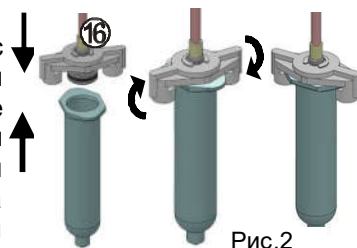

Рис.2
4.1.5 Подсоедините шприц-картридж с дозируемым материалом к скобе адаптера **(16)** и поверните на 90°, рис.2. Закрепите микровыключатель **(17)** на носике шприца при помощи винта. **Винт затягивать с небольшим усилием.** Проложите провод вдоль пневмошланга адаптера **(16)** и зафиксируйте к нему двумя стяжками из комплекта поставки.